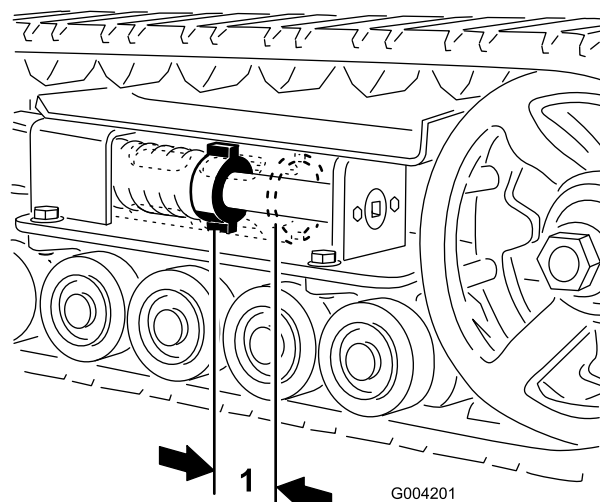
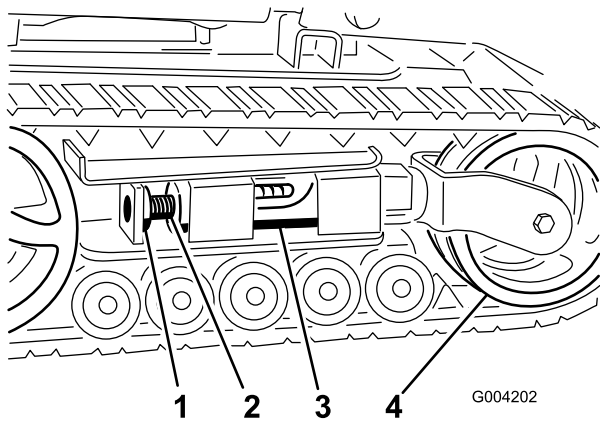
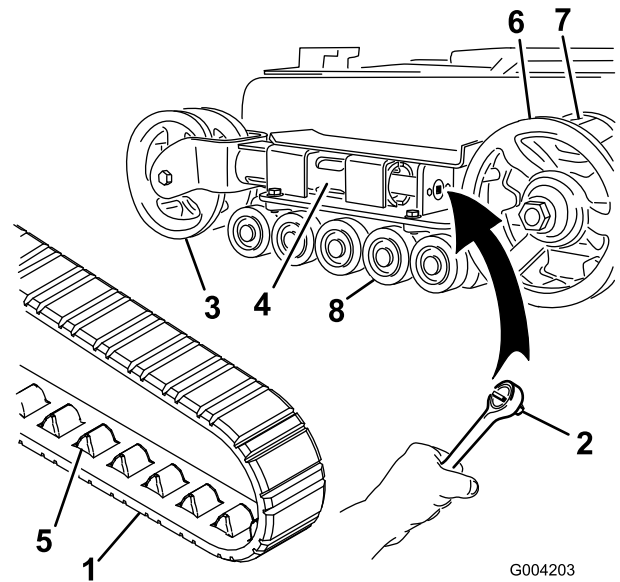

Figura 40
Figura 41
Figura 42
Debe haber una holgura de 7 cm entre la tuerca tensora y la parte de atrás del tubo tensor (Figura 40). Si no es así, ajuste la tensión de las orugas usando el procedimiento siguiente:
3. Retire el perno de bloqueo y la tuerca (Figura 41).
4. Usando una llave de tubo de 1/2 pulgada (13 mm) (Figura 42), gire el tornillo tensor en el sentido contrario a las agujas del reloj hasta que la distancia entre la tuerca tensora y la parte de atrás del tubo tensor (Figura 40) sea de 7 cm.
5. Alinee la muesca más próxima del tornillo tensor con el taladro del perno de bloqueo, y fije el tornillo con el perno de bloqueo y la tuerca (Figura 41).
4. Usando una llave de tubo de 1/2 pulgada (13 mm), alivie la tensión en la oruga girando el tornillo tensor en el sentido de las agujas del reloj (Figura 41 y Figura 42).
5. Empuje la rueda tensora hacia la parte de atrás de la unidad de tracción para mover el tubo tensor contra el bastidor (Figura 42). (Si no toca el bastidor, siga girando el tornillo tensor hasta que lo toque.)
7. Cuando haya retirado la oruga de la rueda tensora, retírela de la rueda motriz y de las ruedas de rodaje (Figura 42).
8. Empezando en la rueda motriz, pase la oruga nueva alrededor de dicha rueda, asegurándose de que los salientes de la oruga encajen entre los dientes del piñón (Figura 42).
9. Empuje la oruga por debajo de y entre las ruedas de rodaje (Figura 42).
11. Gire el tornillo tensor en el sentido contrario a las agujas del reloj hasta que la distancia entre la tuerca tensora y la parte de atrás del tubo tensor (Figura 40) sea de 7 cm.
4. Usando una llave de tubo de 1/2 pulgada (13 mm), alivie la tensión en la oruga girando el tornillo tensor en el sentido de las agujas del reloj (Figura 41 y Figura 43).
17. Gire el tornillo tensor en el sentido contrario a las agujas del reloj hasta que la distancia entre la rueda tensora y la parte de atrás del tubo tensor (Figura 40) sea de 7 cm.